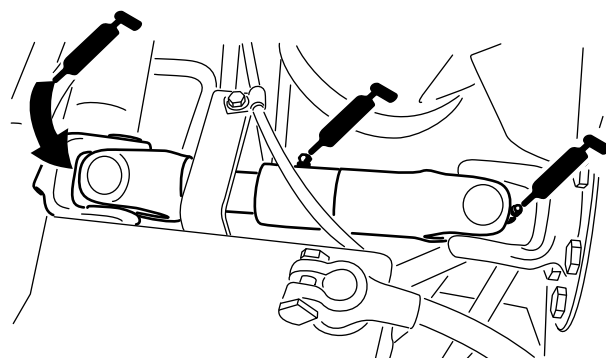

Figura 51
- Junta em U do veio de accionamento da bomba (3) (Figura 51)